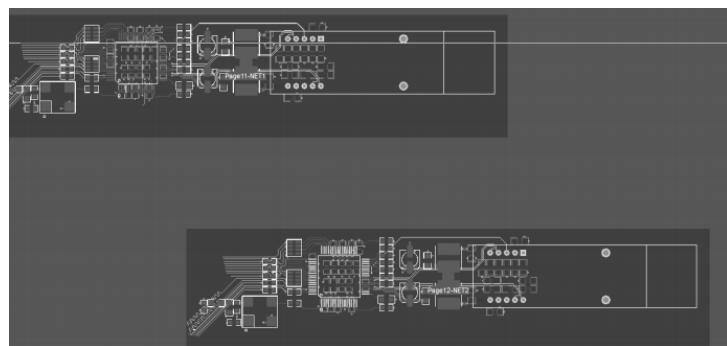

图 12-15 相同模块布局布线效果图
③ 通道到通道元器件匹配: 选择通道和通道的形式进行复制关联匹配。
(6) 单击已布局布线的模块 Room, 再单击尚未布局布线的模块 Room, 即可完成相同模块的快速布局布线, 如图 12-15 所示。依照此方法, 再继续完成其他几个模块的布局布线即可。有时候这些需要几个小时处理的工作, 可以在几分钟之内完成, 非常高效。